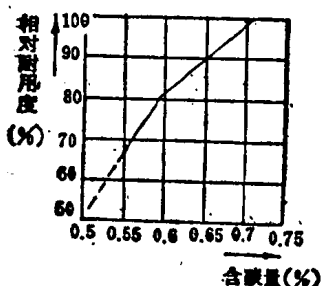

图1. W18Cr4V 钢车刀的
(1) 硬度和耐磨性降低，性能变坏（刀具切削性能与其含碳量的关系如图1所示）；
(2) 引起淬火过热；
(3) 增加淬火变形；
(4) 刀具表层易形成淬火裂纹。